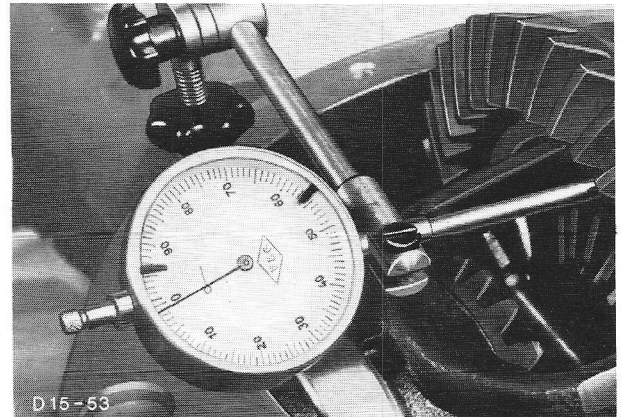

Fig.52 De stift van de micrometer ligt tegen de rand aan de binnenzijde van het kroonwiel aan.
33. Bevestig de micrometer zo op de achterbrug dat de stift tegen de rand aan de binnenzijde van het kroonwiel aanligt. De stift moet voor de helft zijn ingedrukt en de naald moet op nul staan (fig.52).